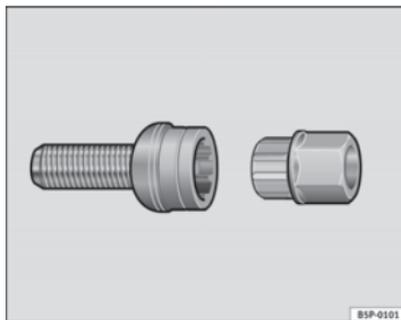

Abb. 136 Diebstahlhemmende Radschraube
- Setzen Sie den Adapter bis zum Anschlag in die diebstahlhemmende Radschraube ein ⇒ Abb. 136.